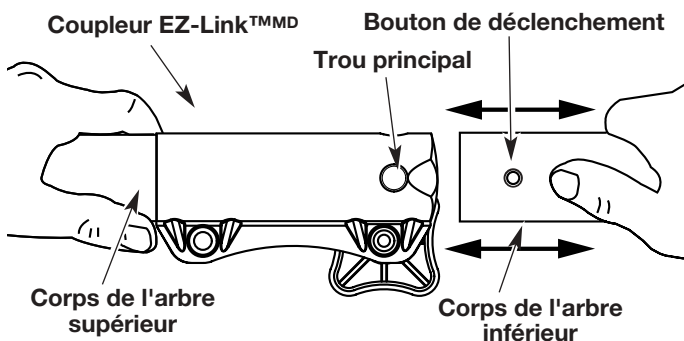

Fig. 7
2. Tenez fermement l'accessoire et enfoncez-le tout droit dans le coupleur EZ-Link™MD (Fig. 7).